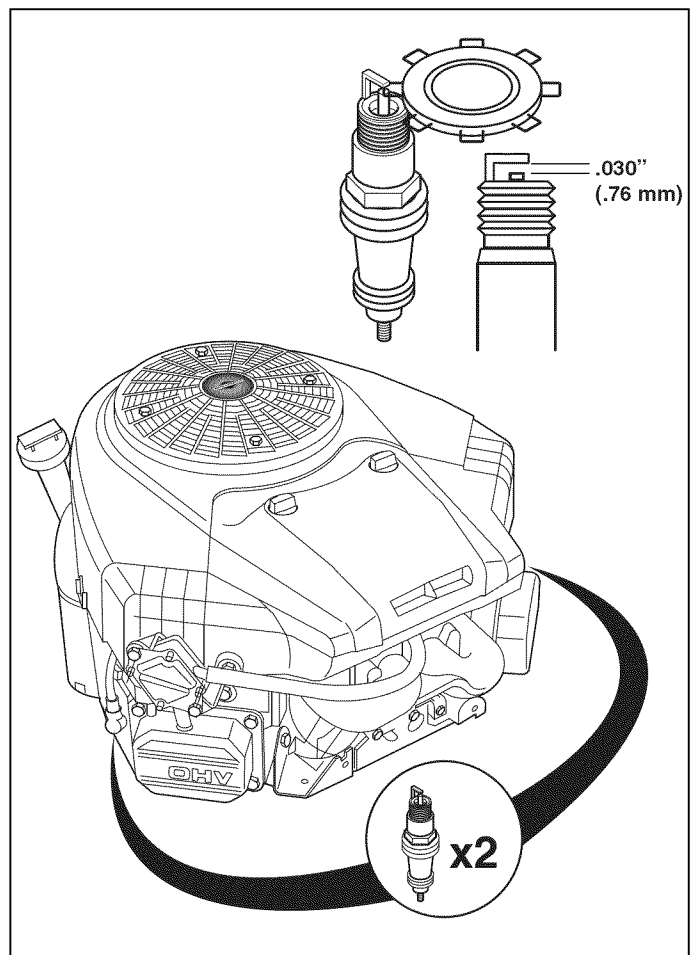

Figura 20. Separación de las bujías
2. Limpie el área alrededor de la bujía (vea la Figura 20).